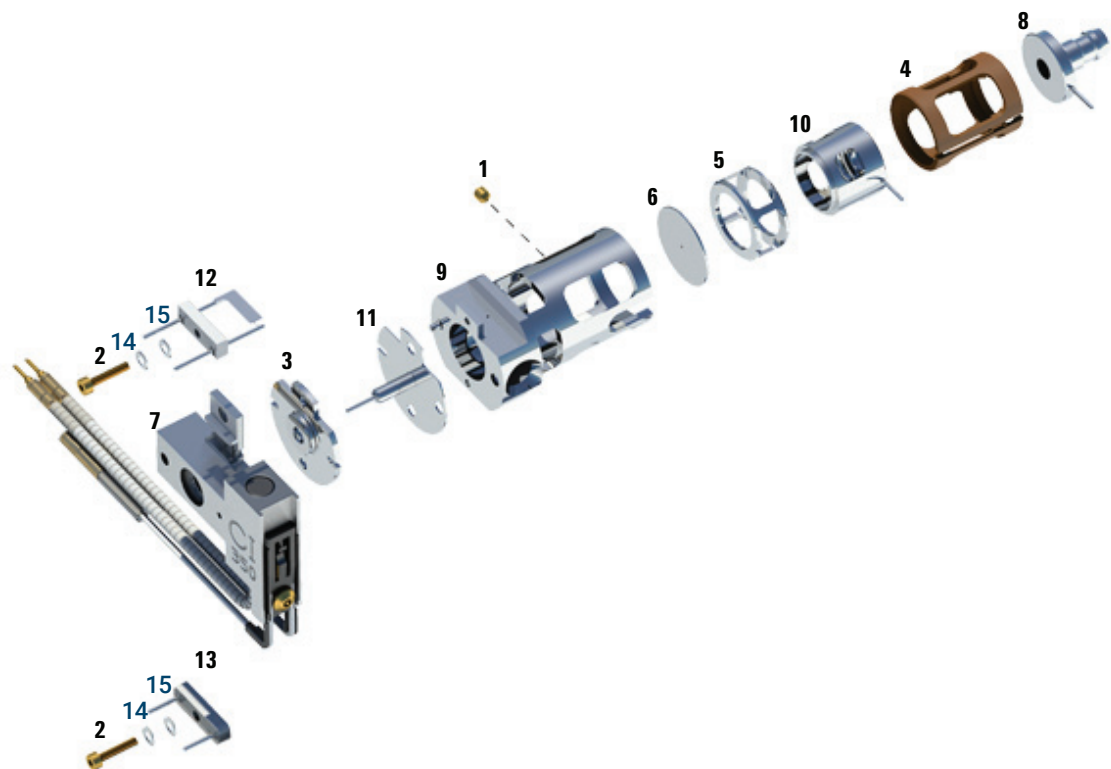

Figure 89. Vue éclatée de la source CI
Se reporter à la vue éclatée des pièces et à la liste des pièces de la source CI en suivant cette procédure. (Voir **Figure 89** et **Tableau 25** page 297.)
- 1 Monter la lentille de focalisation d'ions, la lentille d'entrée et l'isolant de lentille. (Voir **Figure 89** et **Tableau 25** page 297.)
- 2 Faire glisser le disque d'extraction et le cylindre d'extraction dans la source. (Voir **Figure 89** page 297.)
Tableau 25 Liste des pièces de la source CI (Figure 89)
Tableau 25 Liste des pièces de la source CI (Figure 89) (suite)